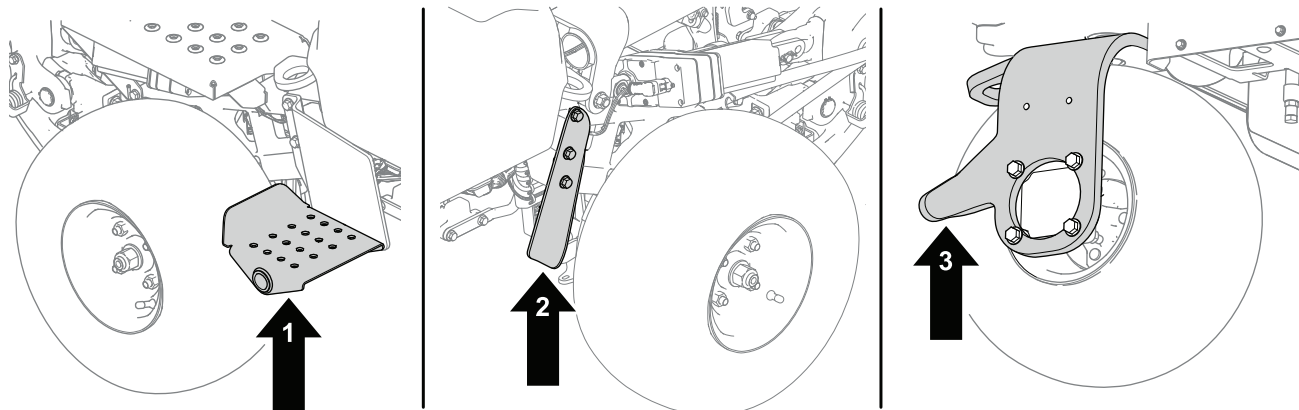

Figure 35
1. Placez un cric au point de levage souhaité (Figure 35) :